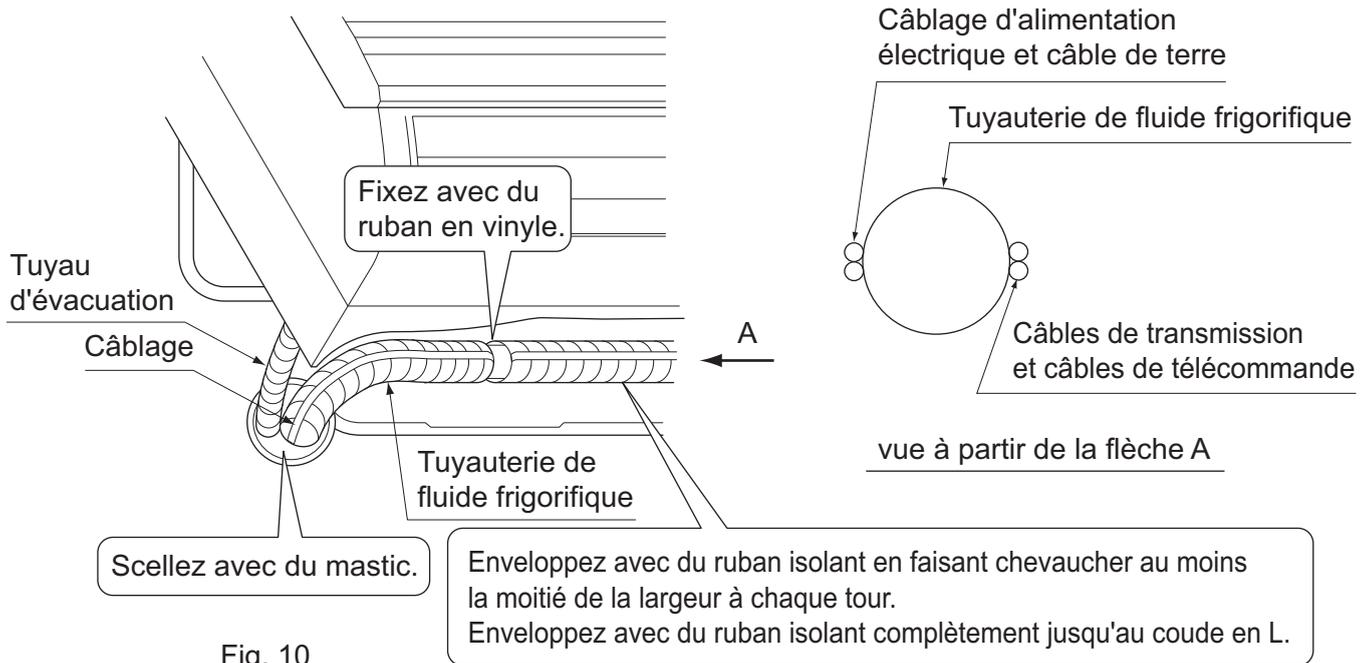

Fig. 10
**(7) Faites passer le câble d'alimentation, le câble de transmission, le câble de terre et le câble de télécommande à travers la gaine, de l'arrière à l'avant de l'unité intérieure.**
**(8) Raccordez les tuyaux. (Reportez-vous au point "5. TUYAUTERIES DE FLUIDE FRIGORIFIQUE" et à la Fig. 10.)**